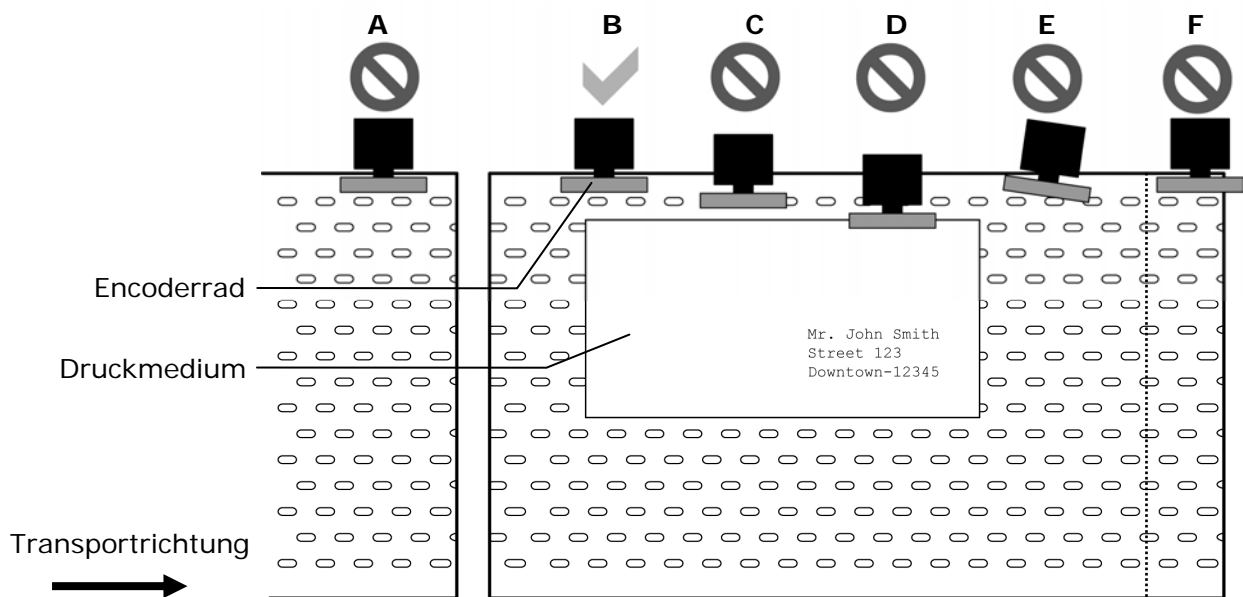

Abbildung 14: Position des Encoderrades auf dem Band (schematisch)
- Das Encoderrad muss so installiert werden, dass es ungehindert auf dem Transportband laufen kann (**B** in Abbildung 14).
- Das Encoderrad sollte auf demselben Transportbandgerät wie die Druckeinheiten installiert werden (**A** in Abbildung 14).
- Das Encoderrad darf keinen Kontakt mit dem Druckmedium haben. Stellen Sie sicher, dass Sie alle möglichen Druckmedienformate berücksichtigen (**D** in Abbildung 14).
- Das Encoderrad muss parallel zum Transportsystem betrieben werden (**E** in Abbildung 14).
- Das Encoderrad muss auf einem ebenen Bereich des Transportsystems positioniert werden. Es darf sich nicht auf Löchern oder Rillen des Transportsystems befinden (**C** in Abbildung 14).
- Das Encoderrad darf nicht auf einem Zylinder platziert werden, der das Band dreht, da die Geschwindigkeit an dieser Stelle von der Geschwindigkeit im ebenen Bereich des Transportbands abweicht (**F** in Abbildung 14).